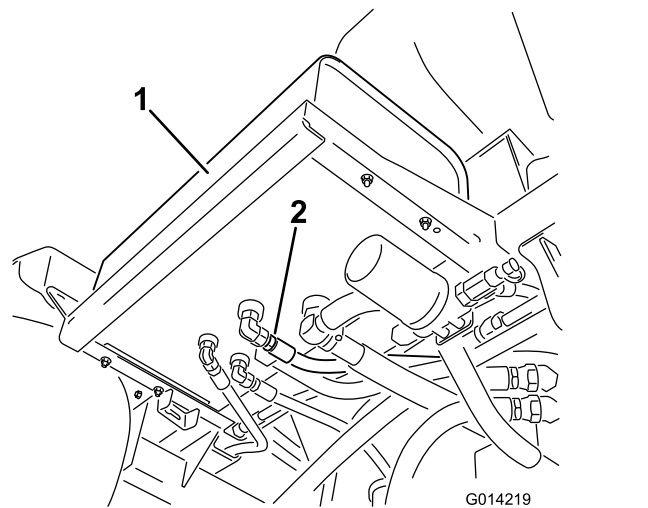

Figure 96
- Nettoyez la surface autour d'un raccord de flexible hydraulique au bas du réservoir d'huile hydraulique (Figure 96).
4. Débranchez le raccord de flexible du réservoir et vidangez l'huile dans le bac de vidange (Figure 96).